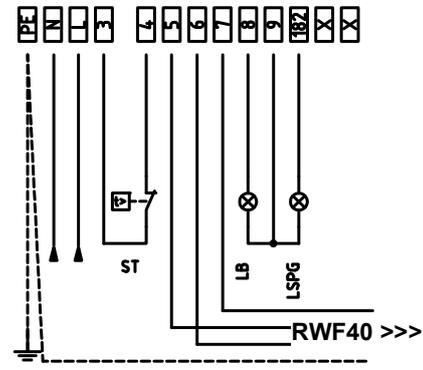

Fig. 27: Bruciatori modulanti
- 3 Nel caso di bruciatori modulanti, i morsetti 5, 6 e 7 della morsetteria **MA** del bruciatore sono già collegati al regolatore modulante (mod. **RWF40**). Dal quadro elettrico esce una spina a 4 poli predisposta per eseguire i collegamenti delle sonde di temperatura e pressione (vedi Fig. 27).